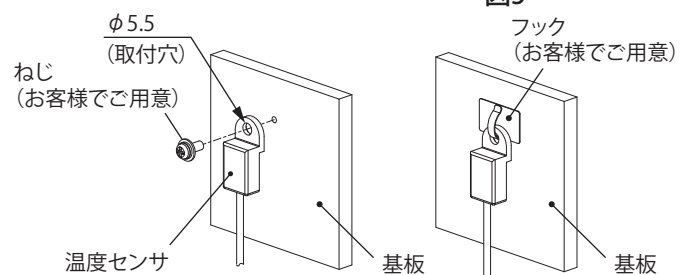

図6
2. 温度センサを高温に対し保護の必要な機器、装置類近傍に取り付けてください。尚、温度センサの先端にはφ5.5の穴が開いていますので、ねじやフック(お客様でご用意)を用いて基板などに取り付け、固定してください。(図 6)